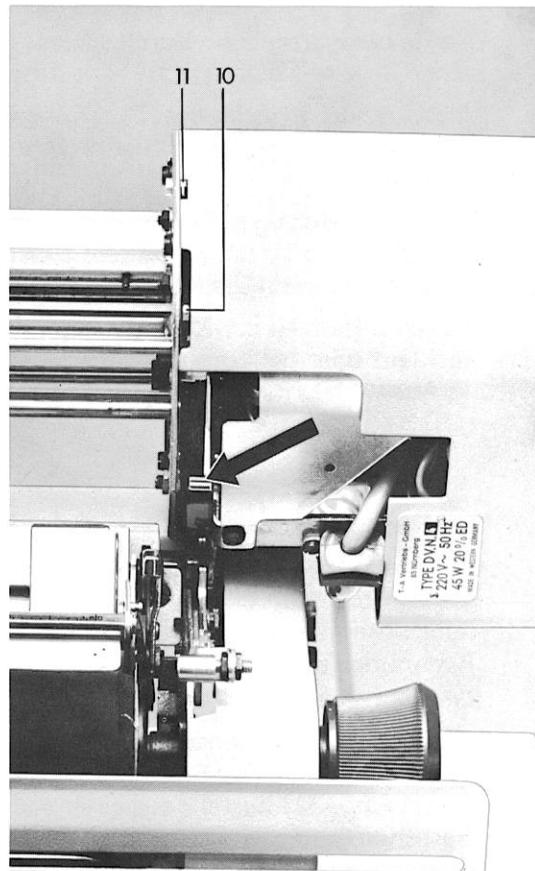

Abb. 33 Einstellen der Journal-Sichterleichterung
Die EFV-Einrichtung wird hochgeklappt und der an der rechten Lagerwand angebrachte Abstützhebel (10) Abb. 33 betätigt, bis er auf den vorstehenden Lagerwinkel einklinkt und die Einrichtung abstützt.
Bei Transportstörungen ist der Schaltknopf (11), Abb. 33 kurz zu drücken; dadurch wird die Transportkupplung wieder aufgehängt.